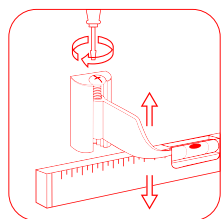

рис. 3
**Для того, чтобы иде льно ровно смонтиров ть р ди тор н стену, используйте оригина льные регулируемые кронштейны Royal Thermo (рис. 3).**